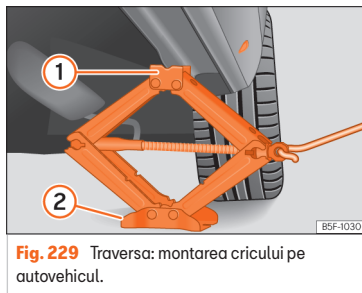

Fig. 229 Traversa: montarea cricului pe autovehicul.
- Rotiți manivela cricului, amplasată sub punctul de ridicare pe cric, pentru a ridica până când canelura ① » » » **fig. 229** ajunge sub punctul special prevăzut.
- Aliniați cricul astfel încât suportul ① să se „prindă” de carcasa prevăzută pe traversă și placa de bază mobilă ② să se așeze pe sol. Placa de bază ② trebuie să fie pe verticală față de punctul de sprijin ①.